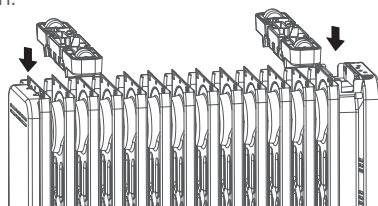

Figura 1
2. Tal y como se muestra en la Figura 1, alinee los seguros de montaje de un juego de los componentes de las patas.